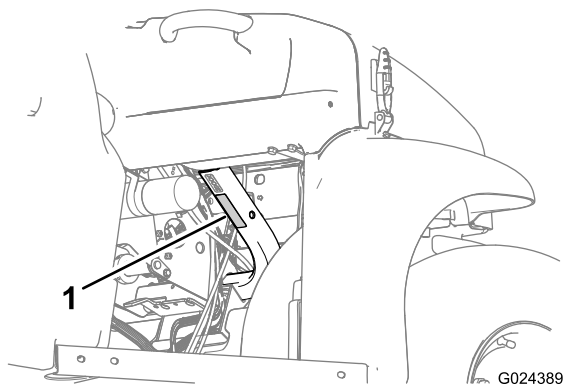

Рисунок 20
- Соблюдайте грузоподъемность машины и ограничивайте вес перевозимого в кузове груза, как описано в разделе Технические характеристики \(страница 18\) и на табличке полной массы машины (Рисунок 20).